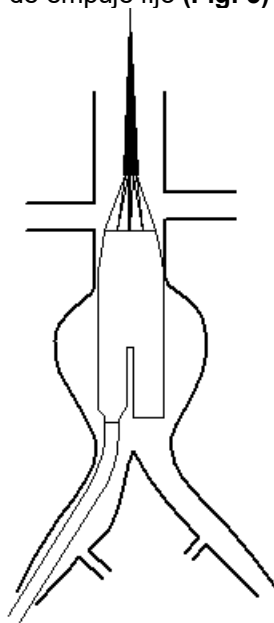

Fig. 5 Desplegar de la rama corta de la Prótesis Artificial AAA
- 5.11 Retirar la vaina externa bajo monitoreo hasta que la rama corta se haya abierto. Asegurarse de mantener el tubo de empuje fijo (**Fig. 5**)